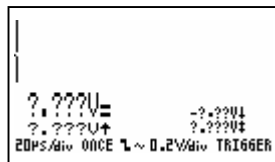

Fig 55
- 'once' = single sampling (fig 55 & 56)
- '*once*' = eenmalige bemonstering (fig 55 & 56)
- '*once*' = synchronisation unique (fig 55 & 56)
- '*once*' = einmaliges Sampling (fig 55 & 56)